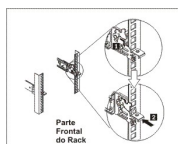

Figura 8. Instalando a Extremidade Frontal dos Trilhos Deslizantes
3. Instale a extremidade frontal dos trilhos deslizantes, conforme mostrado na Figura 8.